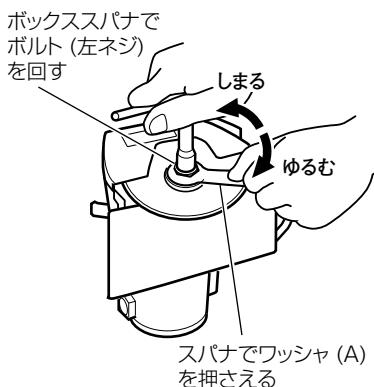

図 10
- (3) ボルト (左ネジ) を反時計方向に回し、十分に締付けます。(図 10)
- 付属のスパナとボックススパナでボルトをはずします。(図 10)